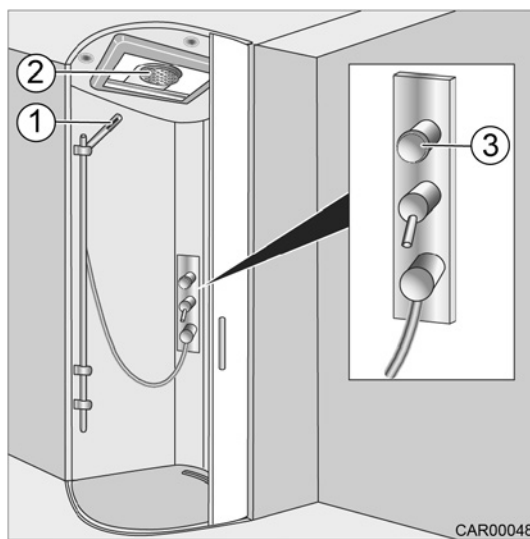

Fig. 177 Colonne de douche, bouton de commutation
#### Choisir le mode Douche pluie (Fig. 177/2) :
1. Tourner le bouton de commutation (Fig. 177/3) dans le sens anti-horaire.
#### Choisir le mode Douchette (Fig. 177/1) :
1. Tourner le bouton de commutation (Fig. 177/3) dans le sens horaire.